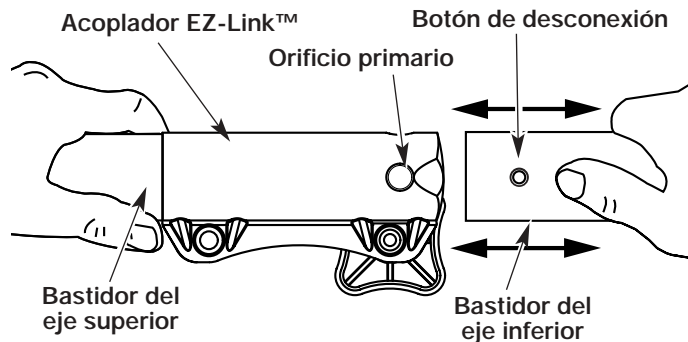

Figure 20
2. Mientras sostiene el accesorio con firmeza, empújelo en línea recta en el acoplador EZ-Link™ (Fig. 20).